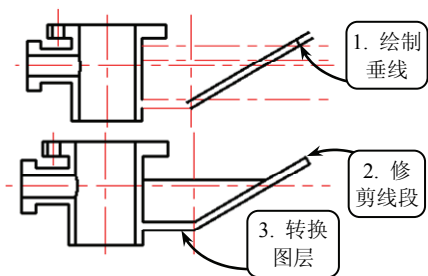

图 3-38 绘制直线并修剪
⑬ 单击【直线】按钮，选取点 E 为起点，向上一步偏移后的直线作垂线。然后单击【修剪】按钮，修剪轮廓线与中心线，并将相应的中心线转换为【轮廓线】图层，效果如图 3-38 所示。